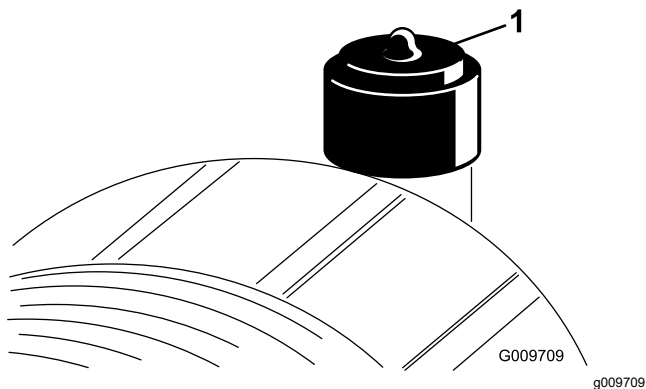

Figura 68
Revise el filtro del limpiador de aire únicamente cuando el indicador de mantenimiento lo requiera (Figura 68). El cambiar el filtro antes de que sea necesario sólo aumenta la posibilidad de que entre suciedad en el motor al retirar el filtro.
2. Reinicie el indicador (Figura 68) si se ve rojo.